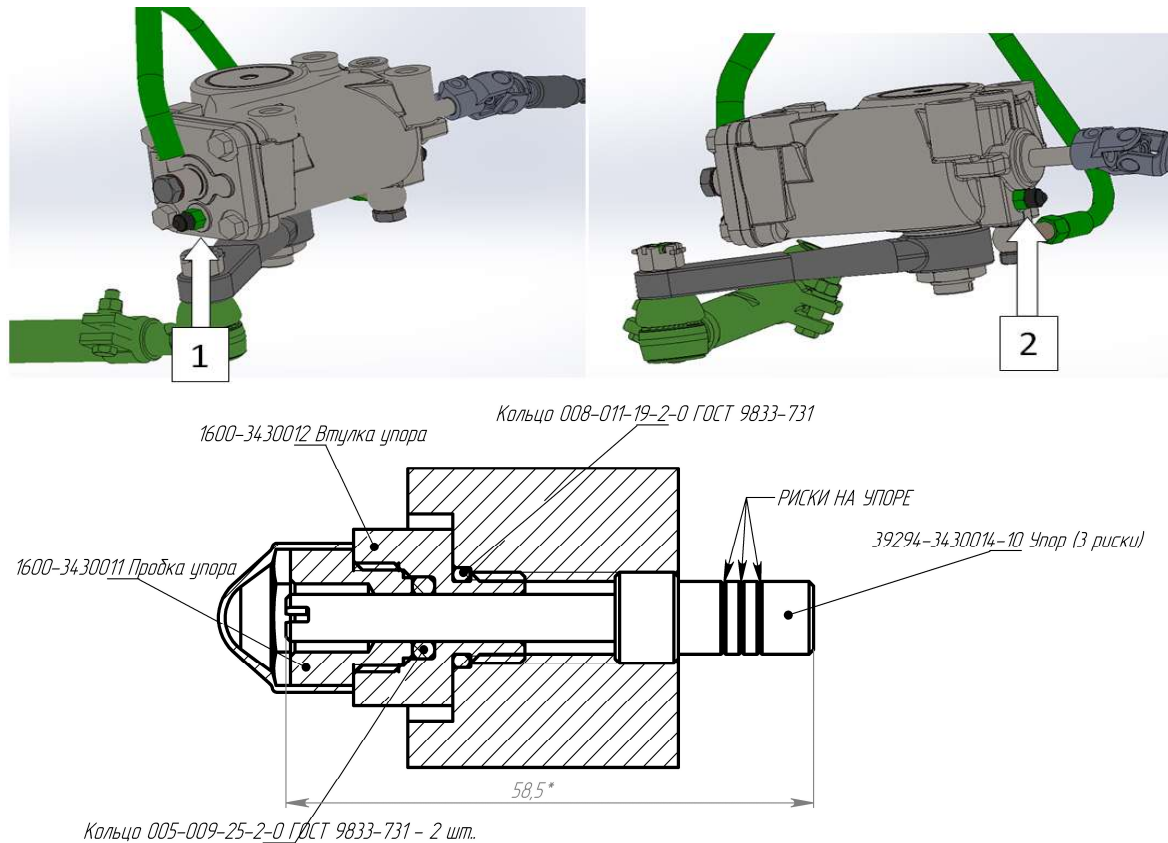

Рисунок 6.25
10. Снять защитные колпачки ограничительных винтов 1 и 2 (Колпачок №13 на болт М8 черный) с рулевого механизма (рисунок 6.25).
а) Ослабить «Пробки упоров 1600-3430011», придерживая «Втулку упора 1600-3430012». Вывернуть против часовой стрелки упоры 39294-3430014-10 (рисунок 6.25) ограничительных винтов 1 и 2.